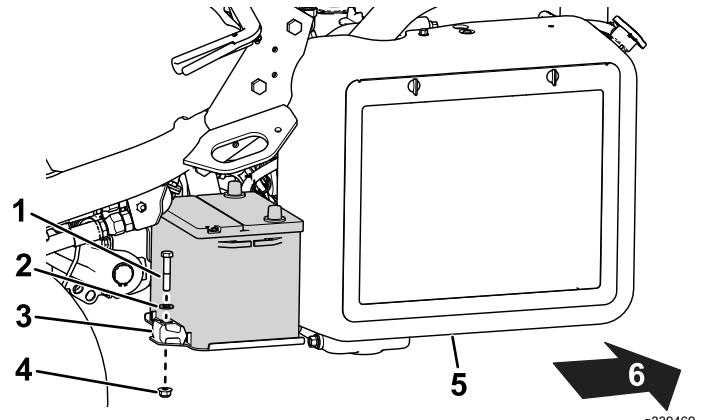

Figura 36
2. Togliete i dispositivi di fissaggio che assicurano la batteria al vassoio (Figura 36) ed estraete la batteria sollevandola.
5. Posizionate la batteria sul suo vassoio e fissatela con i dispositivi di fissaggio rimossi in precedenza (Figura 36).